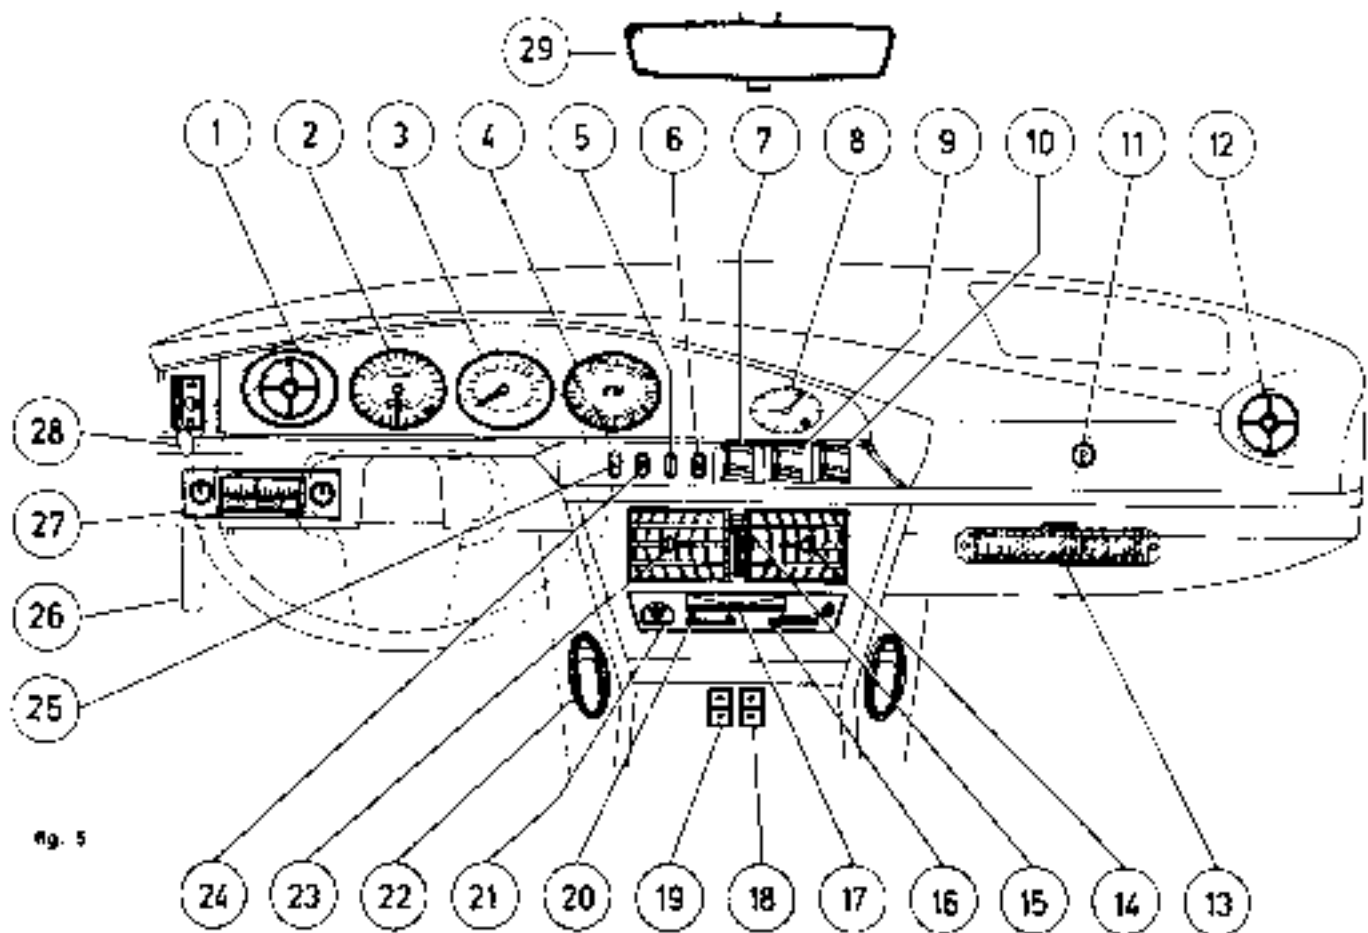

Fig. 5
STRUMENTI E COMANDI SUL CRUSCOTTO (Fig. 5)
INSTRUMENTS ET COMMANDES SUR LE TABLEAU DE BORD (Fig. 5)
INSTRUMENTS AND CONTROLS ON DASH-BOARD (Fig. 5)
- 4 - Blocco spia d'allarme (vedi fig. 5).
- 4 - Bloc voyants d'alarme (voir fig. 5).
- 4 - Warning lights set (fig. 5).